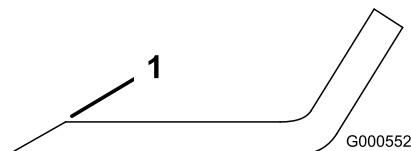
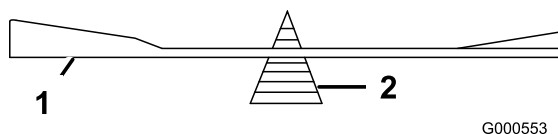

Figura 46
Figura 47
- Utilice una lima para afilar el filo de corte en ambos extremos de la cuchilla (Figura 46). Mantenga el ángulo original. La cuchilla permanece equilibrada si se retira la misma cantidad de material de ambos bordes de corte.
- Verifique el equilibrio de la cuchilla colocándola sobre un equilibrador de cuchillas (Figura 47). Si la cuchilla se mantiene horizontal, está equilibrada y puede utilizarse. Si la cuchilla no está equilibrada, rebaje algo el metal en la parte de la vela solamente (Figura 46). Repita este procedimiento hasta que la cuchilla esté equilibrada.